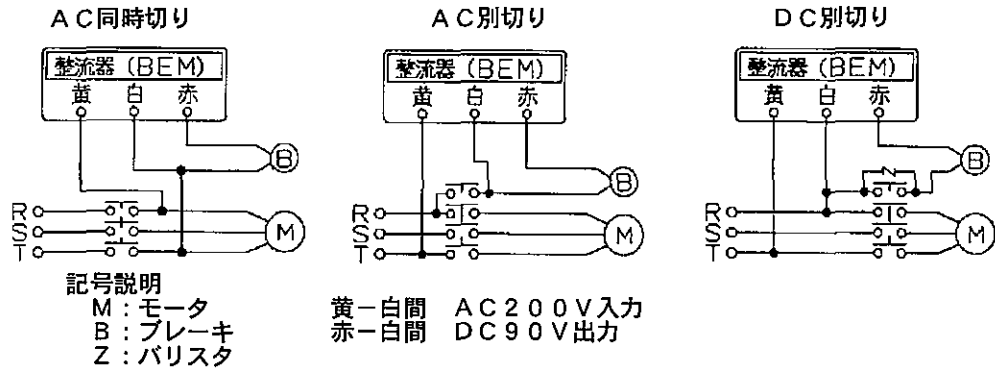

図 7
② 無励磁ブレーキ付モータの結線
i) 配線方法は図 7 のような方法があります。早い制動が必要なときは DC 別切りをご使用ください。